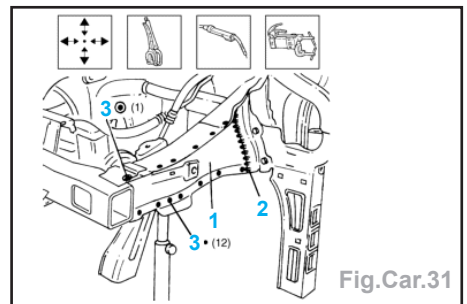

Fig.Car.31
- Positionner la tôle de fermeture (1) sur le véhicule en utilisant les pinces-étaux (Fig.Car.31).